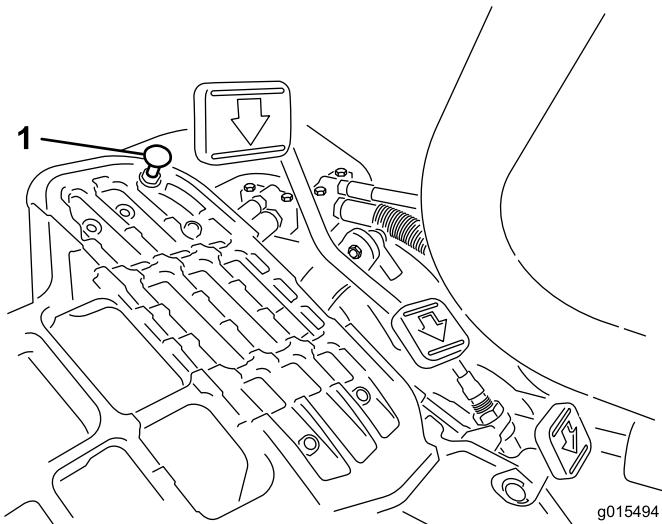

Figura 49
Per ottenere la velocità massima di trasferimento mettete la leva di comando delle funzioni in posizione di trasferimento, e premete il pedale di trazione. Se il pedale tocca il fermo (Figura 49) prima che avvertiate la tensione sul cavo:
- Spostate la leva di comando delle funzioni in posizione di trasferimento e allentate il dado di bloccaggio che fissa il fermo del pedale alla piastra di appoggio (Figura 49);